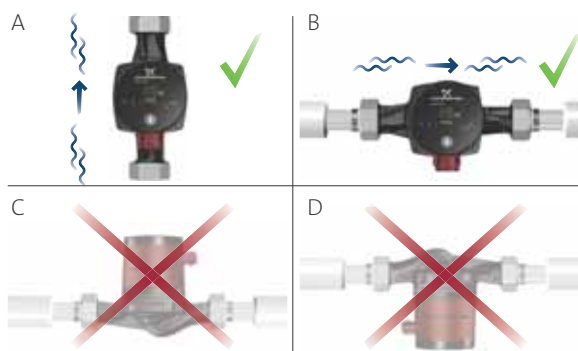

Fig. 2 Posiciones de la bomba
- Bomba instalada correctamente en una tubería vertical. Consulte la fig. 2 (A).
- Bomba instalada correctamente en una tubería horizontal. Consulte la fig. 2 (B).
- No instale la bomba con el eje del motor en posición vertical. Consulte la fig. 2 (C y D).